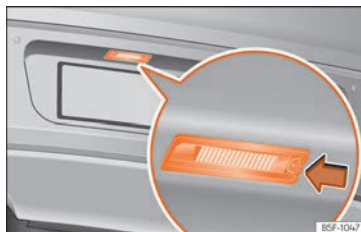

Fig. 72 En el parachoques trasero: luz de matrícula.
- Presione con la parte plana del destornillador incluido en las herramientas del vehículo (» **pág. 44**) en el sentido de la flecha, en la ranura de la luz de la matrícula » **fig. 72.**